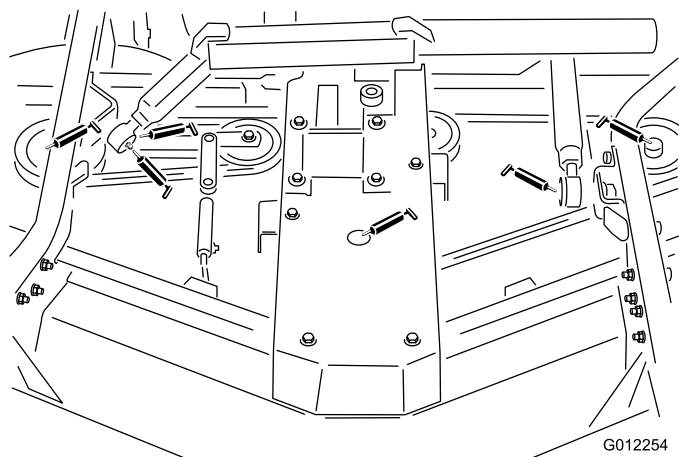

Figura 17
- Casquilhos do eixo da lâmina (Figura 17)
- Braço articulado intermédio (Figura 17)
- Rótulas esféricas do braço direito e esquerdo (Figura 17)